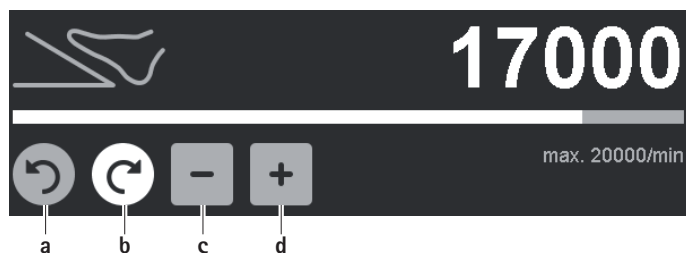

Fig. 6 Ændring af maksimumsgrænse for omdrejningstal/omdrejningsretning
- Ændring af rotationsretning (undtagen ved boremaskine GA844): Tryk på den inaktive, grå rotationsretningsknap højreløb/venstreløb **a/b**, se Fig. 6.